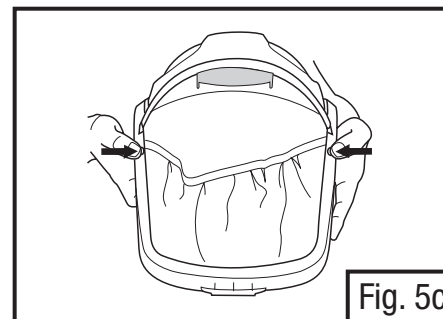
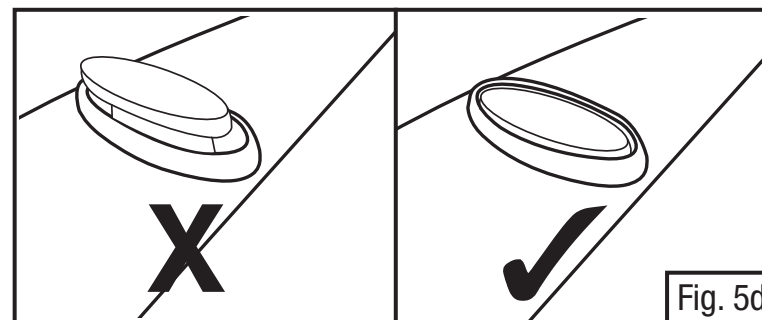

Fig. 5c
Fig. 5d
- Appuyer sur les boutons du cadre de la visière pour verrouiller la visière en place. Lorsque les boutons s'enclenchent dans le cadre, un déclic devrait se faire entendre (Fig. 5c). S'assurer que les boutons de la visière sont fixés fermement et à **égalité** avec le cadre de la visière (Fig. 5d). Si les boutons ne sont pas à égalité avec le cadre, les retirer et les insérer à nouveau.